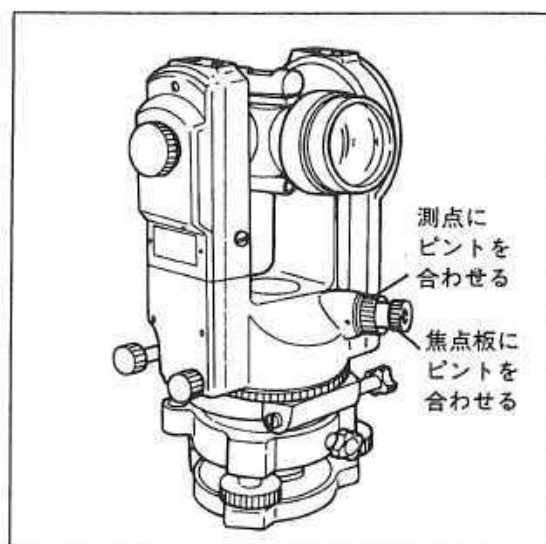

図4
2) 本体を脚頭上にセットしたら、光学垂球接眼レンズ⑪の合焦つまみを回し、焦点板の二重丸にピントを合わせ、次に光学垂球合焦リング⑬を回して測点にピントを合わせます。(図4)